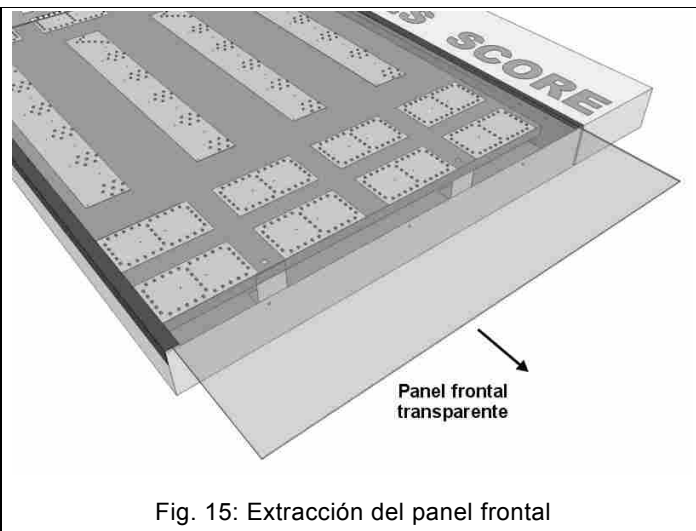

Fig. 15: Extracción del panel frontal
3. Saque el panel frontal transparente (Fig. 15).